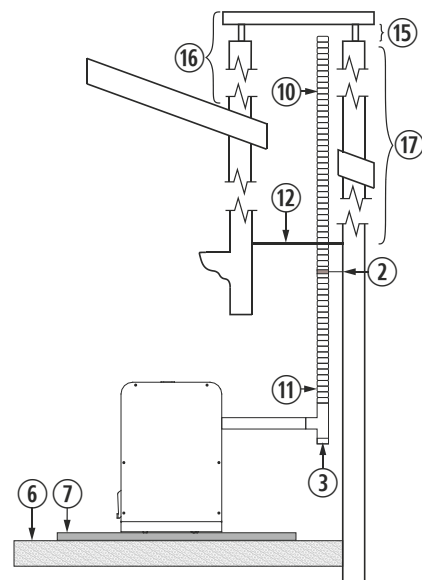

Figura 9
4.28. L'installazione di una stufa ad incasso in un caminetto può essere realizzata in completa totalità in un tubo flessibile, così come è indicato nella figura 9. Dobbiamo prestare speciale attenzione al momento di realizzare l'isolamento tra il caminetto e il tubo di fuoriuscita di gas per evitare possibili arretramenti di gas in caso di tormenta.